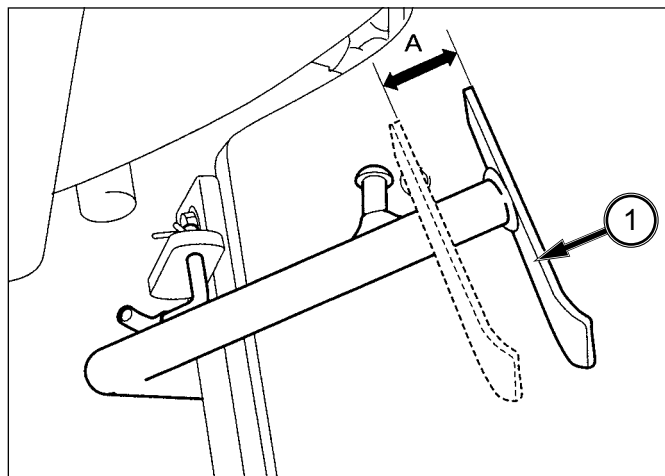

FIG. 6-36
FIG. 6-36 & 6-37: Contrôlez régulièrement la garde d'embrayage et réglez-la si nécessaire. La garde d'embrayage correcte A est de 20 à 30 mm (7/8") en mesurant à l'arrière de la pédale (1) comme illustré.